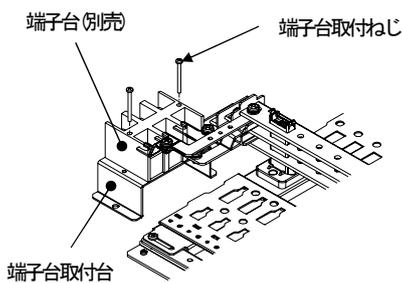

図3
- ③付属のタップピンねじ4×35にて端子台(別売)を取付台に固定してください。(図3)